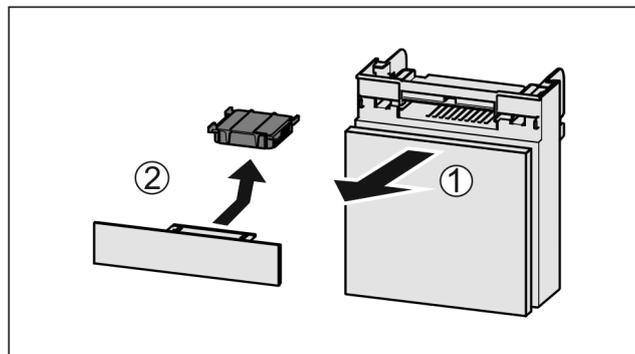

Fig. 83
- ▶ Издърпайте Fig. 83 (1) напред от отделениято.
- ▶ Извадете Fig. 83 (2) филтъра с активен въглен.